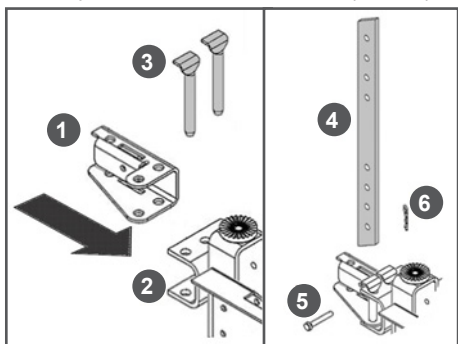

Рис. 5 Установка сошника
4. Для устойчивости мотоблока установите сошник. Установите кронштейн 1 сошника в кронштейн 2 рамы мотоблока (Рис. 5). Совместите отверстия в кронштейнах сошника и рамы и вставьте пальцы 3 (Рис. 5). Установите сошник 4 в кронштейн сошника (Рис. 5). Вставьте сошник в специальный паз кронштейна, совместите нужное отверстие в сошнике с отверстием в кронштейне и вставьте палец 5 крепления сошника (Рис. 5). Зафиксируйте палец шплинтом 6 (Рис. 5).